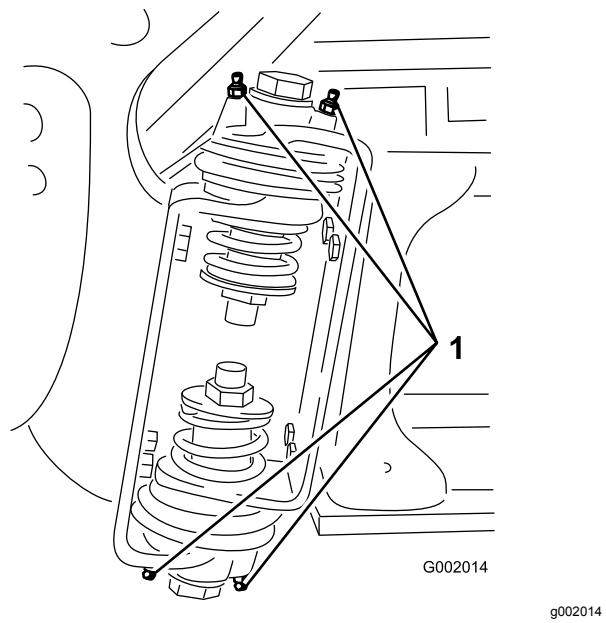

Figura 45
2. Pompat del grasso nel raccordo di ogni cuscinetto o boccola **Figura 45**.